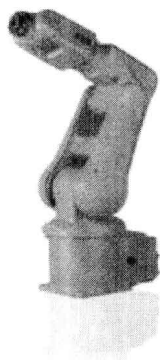

图 1-5
1. IRB 120 (领域: 物料搬运、装配应用) (图 1-5)